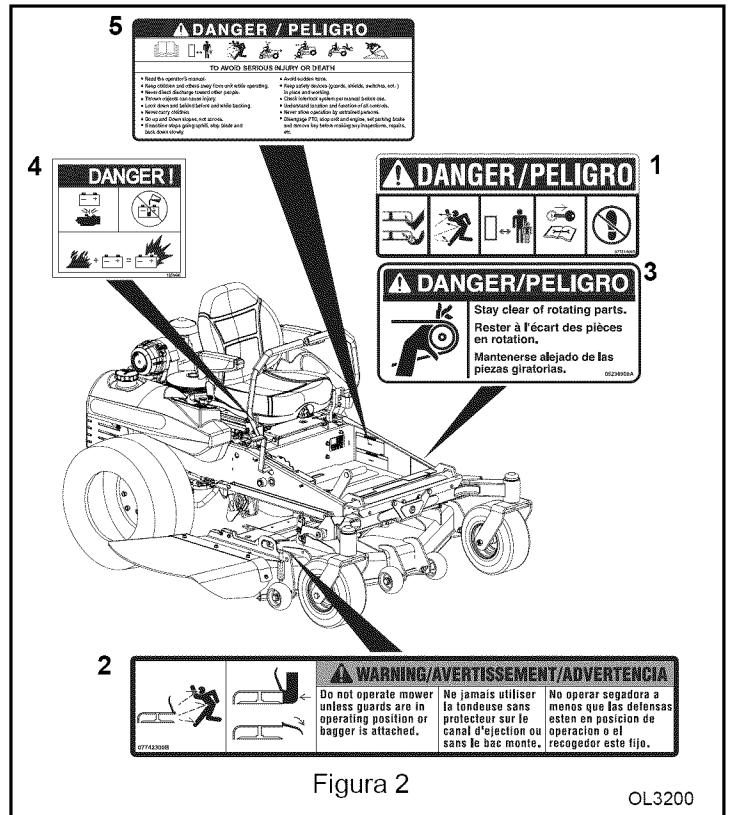

Figura 2
Sustituya SIEMPRE las calcomanías de seguridad dañadas o que se hayan perdido. Consulte Figura 2 para los emplazamientos de las calcomanías de seguridad.
**¡ADVERTENCIA!** NO quite ni anule ningún adhesivo de PELIGRO, ADVERTENCIA, PRECAUCIÓN o Instrucciones. Cambie los adhesivos que aparezcan ilegibles o que se hayan desprendido. Puede pedir adhesivos de repuesto a su proveedor. La ubicación de estos adhesivos de seguridad se muestra en figura 2.